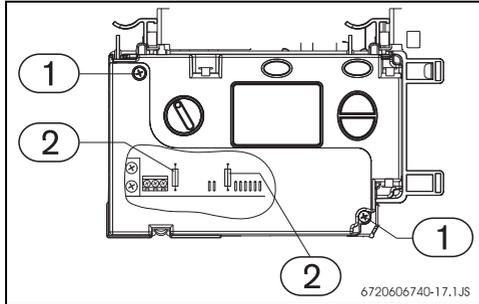

Fig. 24 Caixa de comando
- ▶ Retirar os parafusos da caixa (Fig. 24, [1]) e retirar a tampa.
- ▶ Substituir os fusíveis (Fig. 24, [2]).